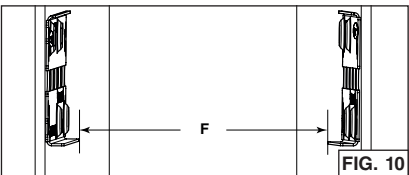

FIG. 10
6. Mesurer la distance entre les rebords du bas des deux supports (F) (FIG. 10). Le tableau ci-dessous indique les distances appropriées nécessaires :